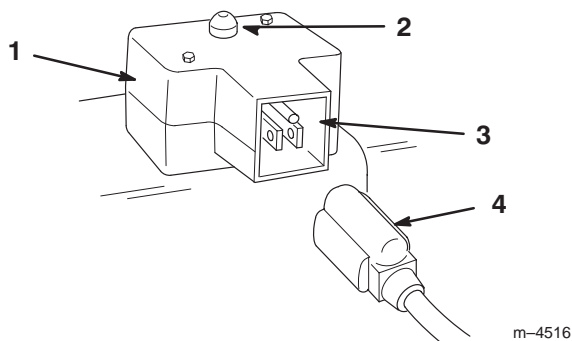

Figure 23
- **Démarreur électrique** (Fig. 23)—Appuyez sur le bouton du démarreur pour mettre le moteur en marche.
- **Cordon d'alimentation** (Fig. 23)—Connectez le cordon au démarreur électrique et branchez-le dans une prise de courant avant de mettre le moteur en marche.
- A. Connectez le cordon d'alimentation à la déneigeuse (Fig. 23), et branchez-le dans une prise de courant standard.